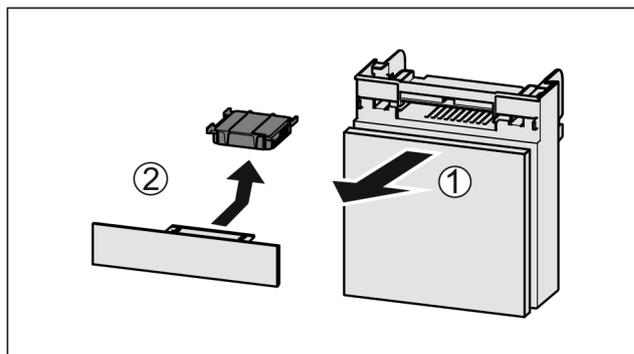

Fig. 43
- ▶ Predal izvlecite Fig. 43 (1) naprej.
- ▶ Odstranite Fig. 43 (2) aktivni ogljeni filter.